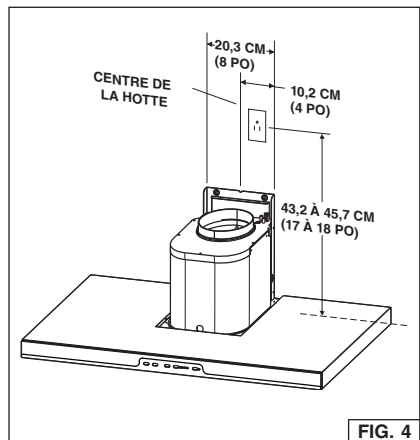

FIG. 4
2. Installez une boîte électrique standard de 5,1 x 10,2 cm (2 x 4 po) et une prise de courant à 3 broches, 125 volts, 15 ampères avec mise à la terre. Fig. 4.